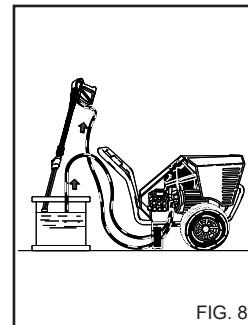

FIG. 8
Etter å ha brukt et vaskemiddel må inntakskretsen for vaskemiddel skylles godt med rent vann, (fig. 8).
1) Etter bruk med vaskemiddel må vannsystemet med høy trykk skyllies. La pumpen gå i 1 minutt med doseringskranen lukket igjen. (fig. 8).
4) Etter å ha brukt maskinen med vaskemiddel skyller du oppsugingskretsen: putt oppsugingsrøret (fig. 8) i en beholder med rent vann og la pumpen virke i 1 minut, og lansen i fasen for utføring av vaskemiddel.